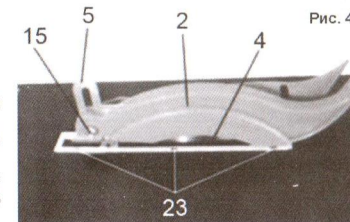

Рис. 4
- Для этого открутите фиксирующие винты (23)(См. Рис.4).
- Установите защитный кожух на расклинивающий нож и закрепите кожух фиксирующим винтом (15)(См. Рис.4).
- Защитный верхний кожух (2) крепится к расклинивающему ножу (5) и фиксируется винтом (15)(См. Рис.4).